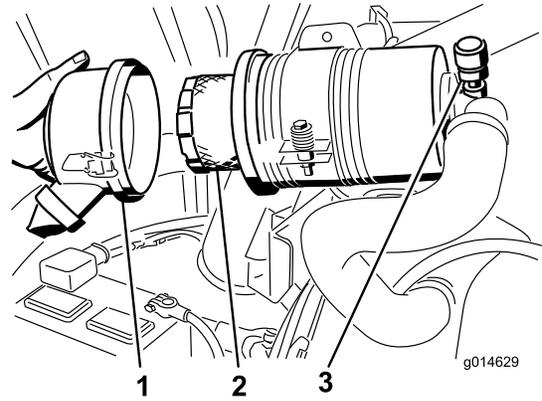

Figura 62
3. Retire y cambie el filtro (Figura 62).